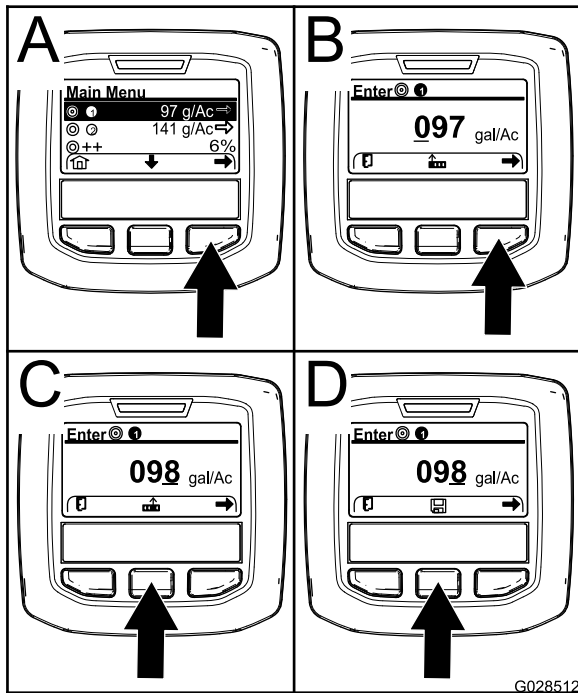

Bild 67
2. Drücken Sie ggf. die mittlere Auswahltaste, um die Dosierung für das Sprühprogramm 1 zu markieren (Bild 67).